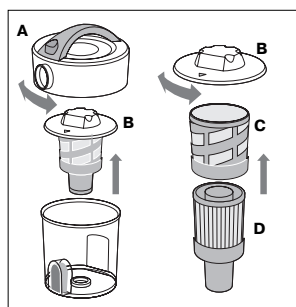

рис.6
2. Чистка фильтрующего элемента (рис. 6)
- Поверните верхнюю крышку пылесборника (A) против часовой стрелки и снимите ее.
- Поверните внутреннюю крышку (B) против часовой стрелки, извлеките фильтрующий элемент.
- Для дальнейшей разборки фильтрующего элемента поверните внутреннюю крышку (B) по часовой стрелке.
- Снимите предварительный сетчатый фильтр (C) с фильтрующего элемента.
- Промойте предварительный сетчатый фильтр (C) под проточной водой, дайте ему полностью высохнуть.
- Для очистки фильтра «Нера» (D) Вы можете аккуратно почистить его щеткой или промыть под проточной водой.